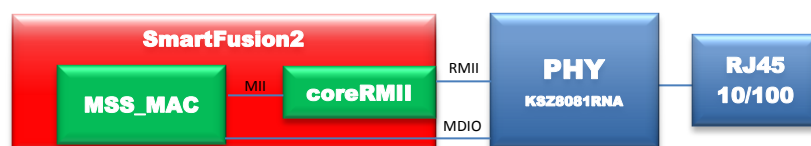

Рис. 3.
3. Выбрать блоки для реализации канального уровня OSI. Как было показано выше, в случае использования СнК SmartFusion2 с его MSS Ethernet MAC и набором IP-ядер, способов реализации канального уровня может быть несколько. В проекте, описанном в данном руководстве будем используется Ethernet MAC микроконтроллерной подсистемы, настроенный на скорость 100 Мбит/с с интерфейсом MII, который с помощью транслятора интерфейсов - IP-ядра coreRMII подключим к драйверу физического уровня KSZ8081RNA (рис. 3).